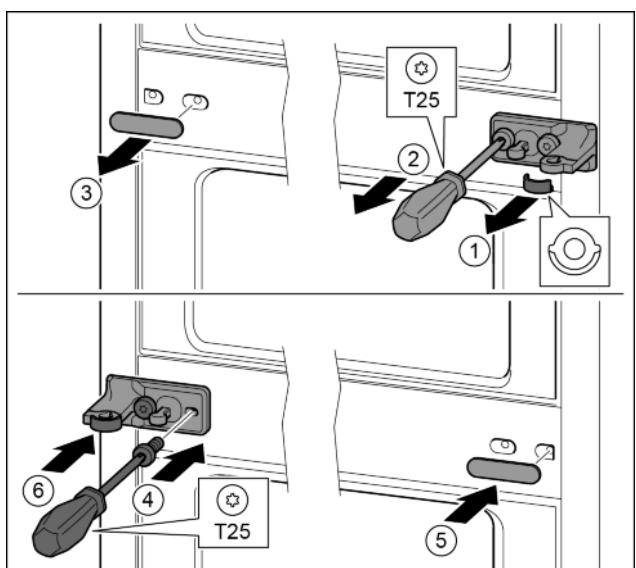

Fig. 28
- Снять шайбу. Fig. 28 (1)
- Выкрутить винты отверткой T25. Fig. 28 (2)
- ▶ Осторожно снять крышку. *Fig. 28 (3)*
- ▶ Плотно прикрутить опорный кронштейн с подкладкой с поворотом на 180° с другой стороны. *Fig. 28 (4)*
- ▶ Установить крышку с поворотом на 180° с другой стороны. *Fig. 28 (5)*
- ▶ Спереди надвинуть шайбу. *Fig. 28 (6)*